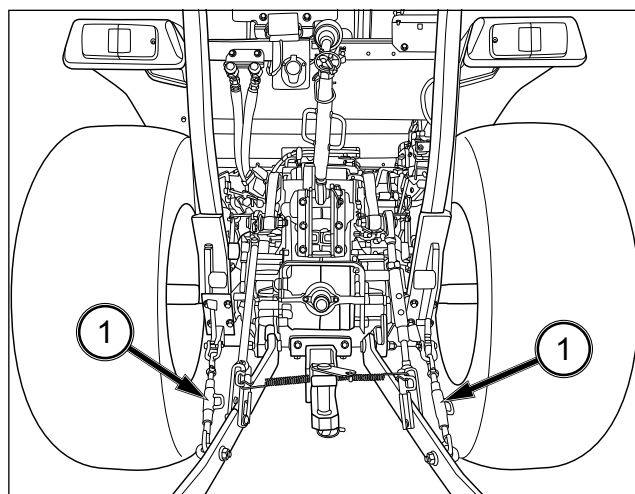

FIG. 64
FIG. 64 : Il faut limiter le mouvement latéral de certains équipements. La chaîne de maintien (1) de chaque bras inférieur doit être réglée de manière uniforme pour réduire le jeu latéral jusqu'à un seuil acceptable. Évitez cependant d'éliminer complètement le jeu latéral sous peine d'endommager le bras inférieur.